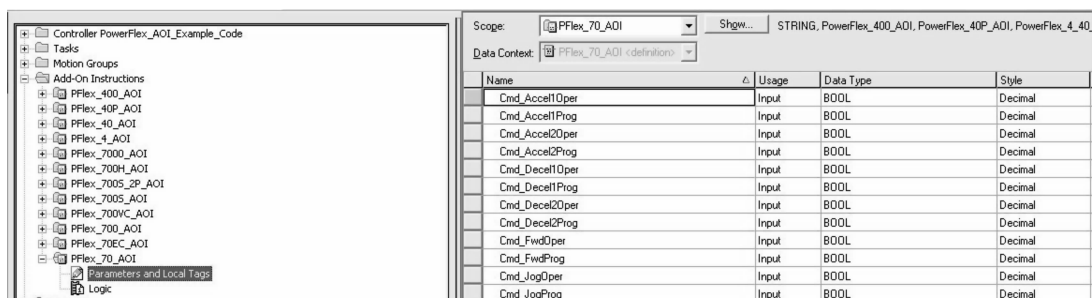

图 24-23 参数和本地标签
a) 展开“系统”（System）树中的“用户自定义”（Add-On Definition）文件夹，然后展开“PowerFlex 变频器 AOI”（PowerFlex Drive AOI）。可以查看要集成到应用程序中并对 PowerFlex 变频器进行程序控制的“参数和本地标签”（Parameters and Local Tags），如图 24-23 所示。